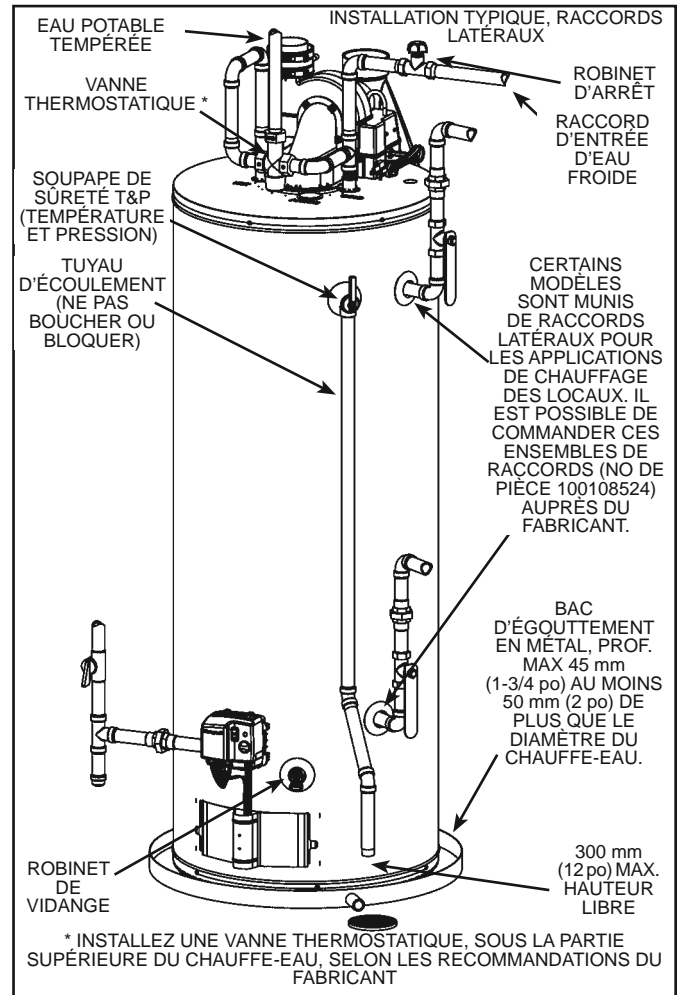

Figure 9.
À la livraison, les raccords latéraux des modèles pour le chauffage combiné sont **bouchés** (items 6 et 9 dans Figure 1). Voir aussi Figure 9. **Retirez les bouchons défonçables** des raccords latéraux avant d'installer ce chauffe-eau dans une application de chauffage combiné.